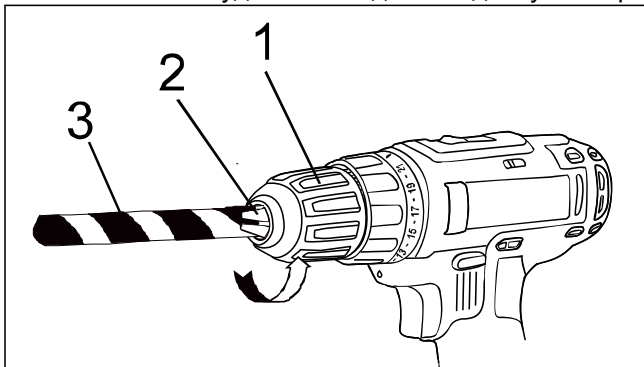

рис.8
1. Поверните гильзу патрона(1) в направлении против часовой стрелки.
3. Поверните гильзу патрона (1) в направлении движения часовой стрелки, пока губки патрона (2) не сойдутся равномерно и оснастка не будет надежно зажата (Рис. 8).